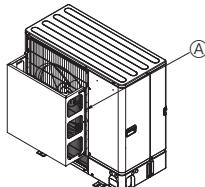
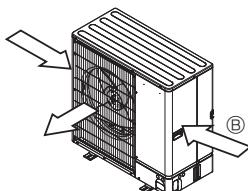

Fig. 2-5
Fig. 2-6
- ② Ha olyan helyre szereli az egységet, ahol tájfűn vagy egyéb ok miatt erős szél fújhata be a levegőkiáramló nyílásba, szerezjen fel külön kapható légtérrelőt. (Fig. 2-5)
- ③ Légtéről a levegőkiáramló nyílásba
- ④ Ha megoldható, állítsa úgy az egységet, hogy a levegőkiáramló nyílás merőleges legyen a szokványos szélirányra. (Fig. 2-6)
- ⑤ Szélirány